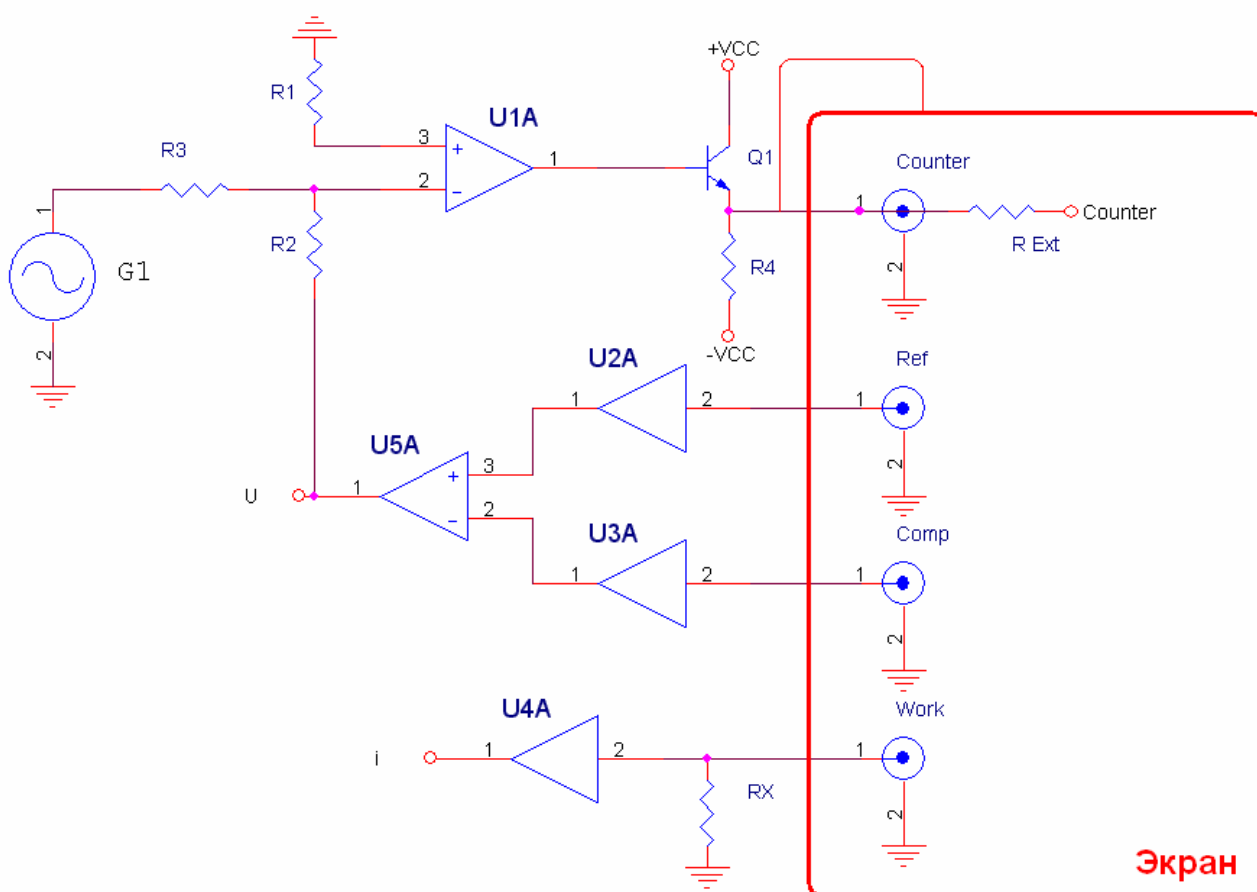

Рис.3. Подключение "Counter" Электрода через проволочный резистор "R Ext".
Вторым способом борьбы с самовозбуждением и помехами является намеренное снижение избыточного быстродействия всей установки с фильтрацией высокочастотных составляющих помех. Для этого электрод "Counter" подключается к соответствующему ему выводу измерительной ячейки через индуктивность и резистор. Самым простым при этом является применение проволочного резистора сопротивлением 10-100 Ом (Рис. 3). Проволочные резисторы как правило изготавливаются намоткой провода на каркас, имеют достаточную величину собственной индуктивности и легко доступны при малой стоимости.
Для регистрации постоянного тока могут быть использованы штатные возможности прибора в том случае, когда загрузка диапазона по постоянному току составляет более хотя бы 5% от максимума диапазона. Однако, часто оказывается, что регистрация постоянноточковых и переменноточковых характеристик исследуемого объекта требует применения различных диапазонов ток-сопротивление. В этом случае рекомендуется применение внешнего постоянноточкового амперметра. Последний подключается в разрыв цепи "Counter" электрода так же, как и вспомогательный резистор (Рис. 3). Такой подход можно использовать для повышения точности регистрации постоянноточковых характеристик, или для проверки точности регистрации постоянного тока прибором. В случае, когда приборная точность оказывается достаточной, внешний амперметр может быть отключен.
2. Наличие низкоомной высокочастотной составляющей в 90% импедансных спектров может привести к невозможности работы на высокоомных диапазонах ток сопротивление ввиду избыточности выходного поляризирующего напряжения встроенного потенциостата импедансметра. В этом случае рекомендуется применение токоограничительных резисторов, как и в случае защиты от помех (Рис. 3).